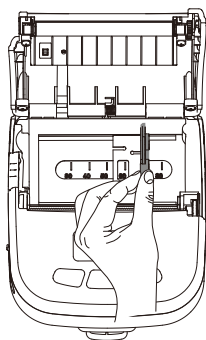

图1
- (1) 根据纸宽调节纸宽大小，捏住纸宽挡板上方向左移动（如下图1）